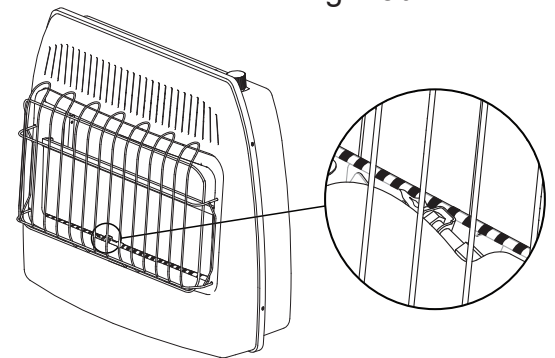

Fig. 24 - Ubicación de la llama del piloto
6. Con la perilla de control oprimida, presione el encendedor hasta que el piloto se encienda. El piloto es visible, centrado abajo de las quemador principal, detrás de la panel de vidrio. (Ver Fig. 24 en la página 19).
7. Mantenga oprimida la perilla de control durante (30) segundos después de que el piloto encienda. Suelte la perilla de control.
**Nota:** Si el piloto se apaga repita los pasos 3 al 7. Espere (1) minuto antes de intentar encender el piloto otra vez.
6. Con la perilla de control oprimida, presione el encendedor hasta que el piloto se encienda. El piloto es visible, centrado abajo de las placas, detrás de la rejilla frontal. (Ver Fig. 24)
**Nota:** Si el piloto se apaga repita los pasos 3 al 7. Espere (1) minuto antes de intentar encender el piloto de nuevo. Si después de varios intentos el piloto todavía se apaga, gire la perilla de control ↷ hacia la derecha a la posición "OFF" y llame a un técnico de servicio calificado o al proveedor de gas. •Si la perilla de control no salta cuando se suelte, pare y llame de inmediato a un técnico de servicio calificado o al proveedor de gas.